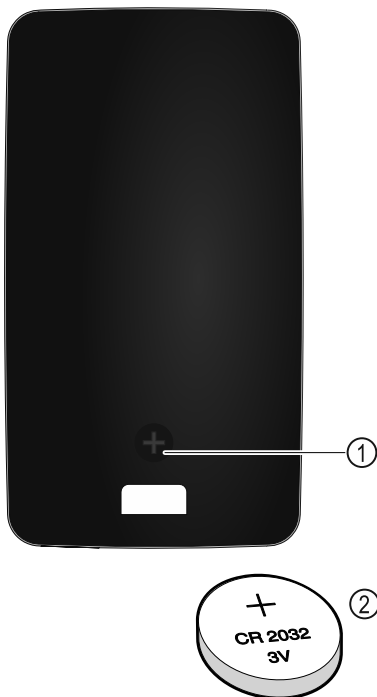

Fig. 229
Opskrbu elektroenergijom daljinskog upravljača pruža baterija tipa CR 2032 od 3 V Fig. 229 (2) koja je dostupna u specijaliziranim trgovinama.
- Odvrnite vijak Fig. 229 (1) na stražnjoj strani daljinskog upravljača.